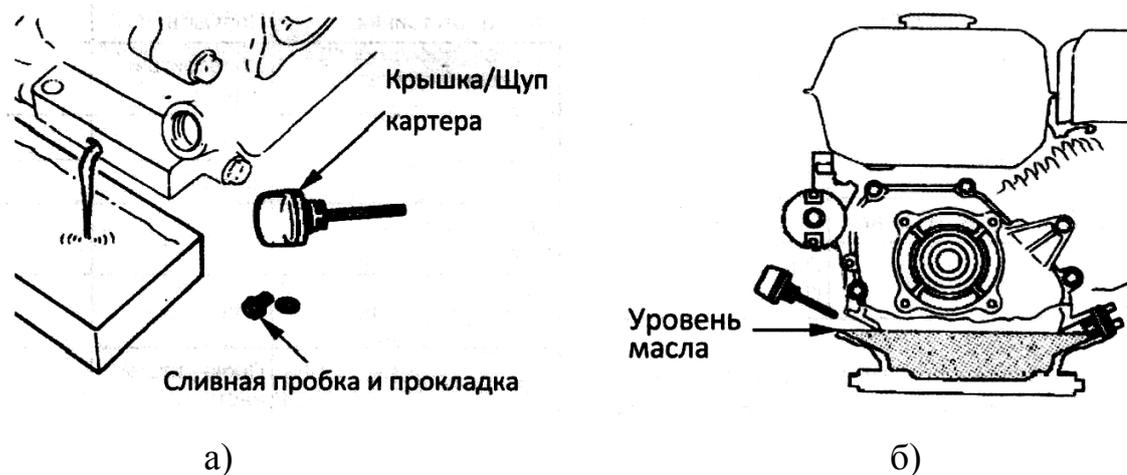

Рисунок 2.23 – Последовательность слива масла
1. Открутите крышку/щуп картера (рис. 2.23а).
2. Открутите пробку для слива масла и слейте масло в специальную емкость (рис.2.23б)